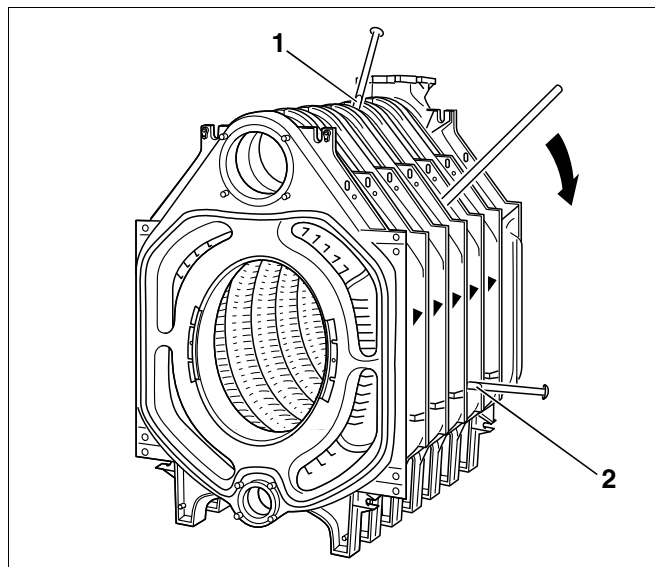

Рис. 27 Разъединение секций котла
- Вставив (забив) клинья или зубило в предусмотренных для этого местах (рис. 27, **поз. 1 и 2**, сверху и снизу между секциями) разобрать котел в месте утечки.